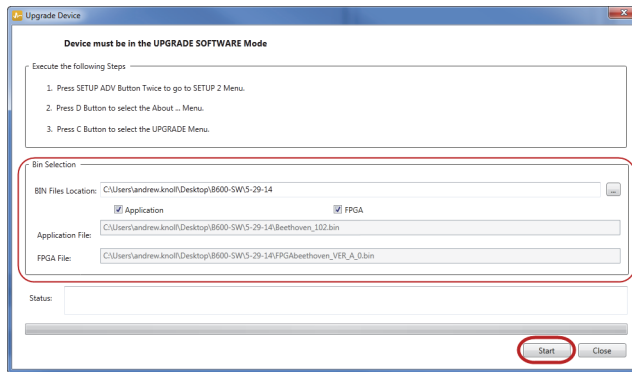

Рис. 7-8 Окно Upgrade Device (Обновить устройство)
Откроется диалоговое окно **Upgrade Device** [Обновить устройство] (см. Рис. 7-8 на стр. 192).
6. В диалоговом окне **Upgrade Device** (Обновить устройство) в зоне **Bin Selection** (Выбор буфера) выберите местоположение ПО BondMaster 600, **Application** (Приложение) и **FPGA** [Программируемая логическая интегральная схема] (см. Рис. 7-8 на стр. 192).